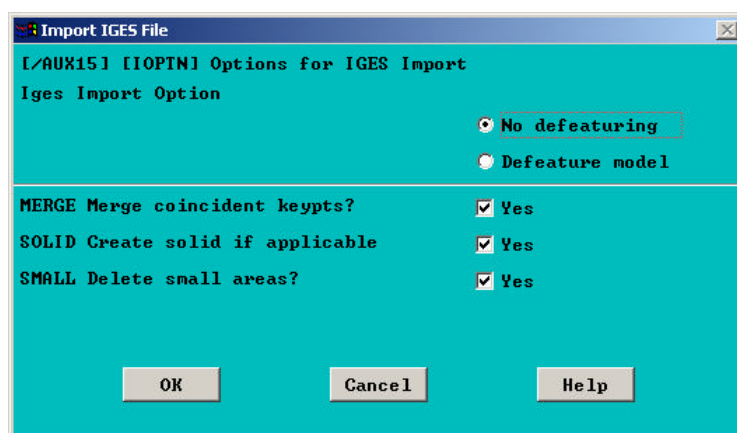

图 18
1. 选取菜单途径 Utility Menu>File>Import>Iges...，出现如图 18 所示的对话框。